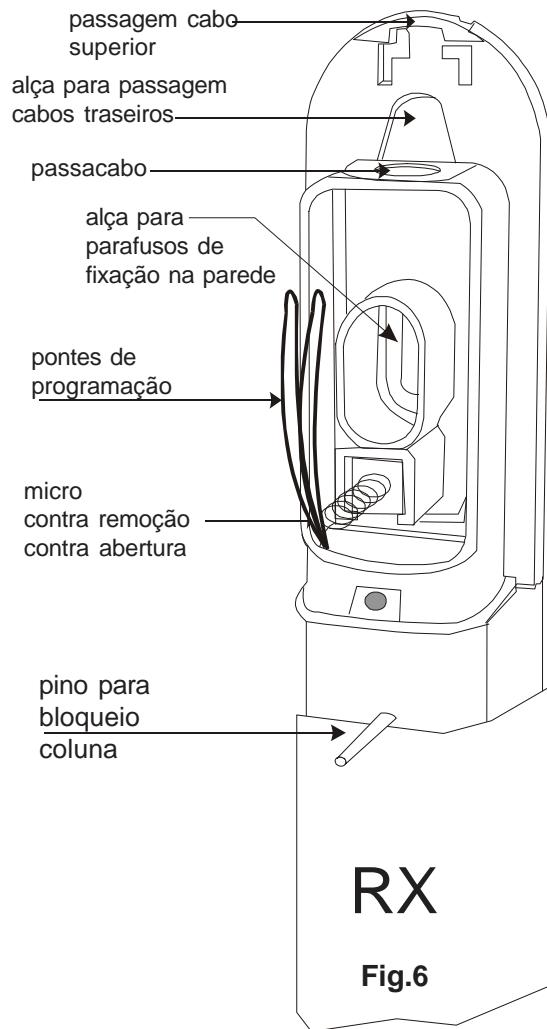

Fig.6
- Empurrar com uma chave de fenda as aletas dos bloqueios intermediários fazendo-as girar (fig.6).